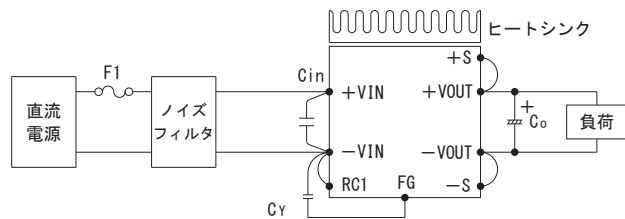

図 2.1 標準接続方法
- 電源を使用するためには、図 2.1 の接続と表 2.1 の外付け部品が必要です。
(2) ノイズフィルタ/接地コンデンサ
- 入力ラインでの帰還ノイズ低減、電源の安定動作のために、ノイズフィルタ、接地コンデンサ C_r を接続してください (図 2.1)。なお、ノイズフィルタの選定によっては、フィルタの共振やインダクタンスにより、電源動作が不安定になることがありますので、ご注意ください。
(3) 入力側外付けコンデンサ
■入力ラインへの帰還ノイズ低減、電源の安定動作のために、入力側+VINと-VIN間にコンデンサC_{in}を接続してください(図2.1)。
■出力安定度向上のために、出力側+VOUTと-VOUT間にコンデンサC_oを接続してください(図2.1)。推奨容量を表3.2に示します。